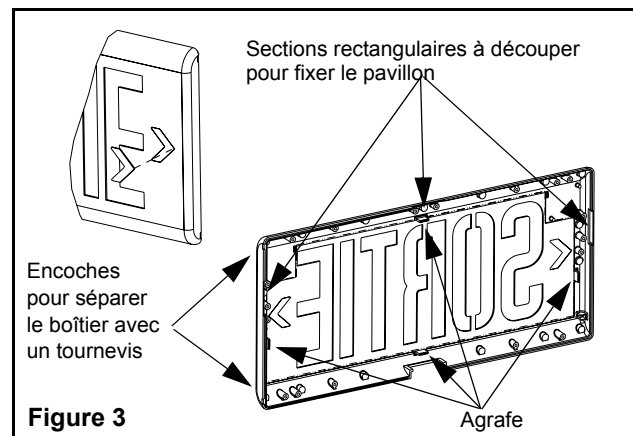
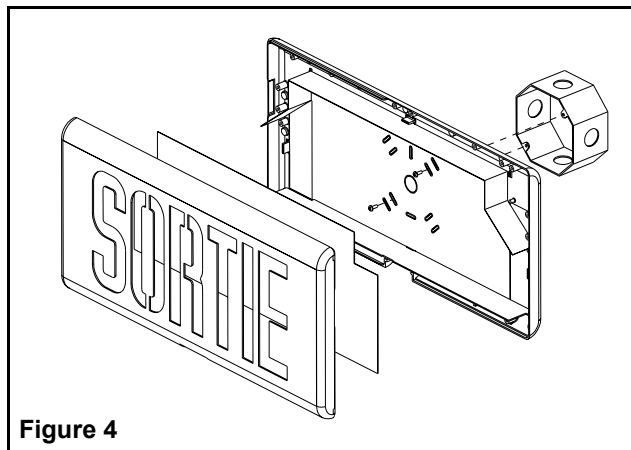

Figure 3
Figure 4
3. Séparer les deux moitiés de l'enseigne (porte de sortie et dos de l'enseigne) à l'aide d'un tournevis (voir fig. 3).
- d. Pour découper les flèches sur la porte de sortie, retirer le diffuseur de couleur. Soutenir la porte de sortie autour des flèches avec deux morceaux de bois. Pousser sur les flèches à partir de l'intérieur de la porte à l'aide d'un tournevis et d'un marteau. Remplacer le diffuseur de couleur et le fixer à l'aide des agrafes (voir fig.3).
- e. Déterminer l'endroit où installer le pavillon. À l'aide de pinces, découper les sections rectangulaires à l'endroit où le pavillon sera installé (voir fig. 3). S'assurer que les rebords sont exempts de bavures.
- Le pavillon n'est pas utilisé (voir fig. 4). Découper le modèle de trou approprié dans le dos de l'enseigne pour monter à une boîte de jonction standard. Soutenir la région à découper avec deux morceaux de bois. Pousser sur les découpes à l'intérieur du dos de l'enseigne à l'aide d'un tournevis et d'un marteau. Procéder de la même manière pour enlever les flèches amovibles sur la porte de sortie (voir fig. 3).